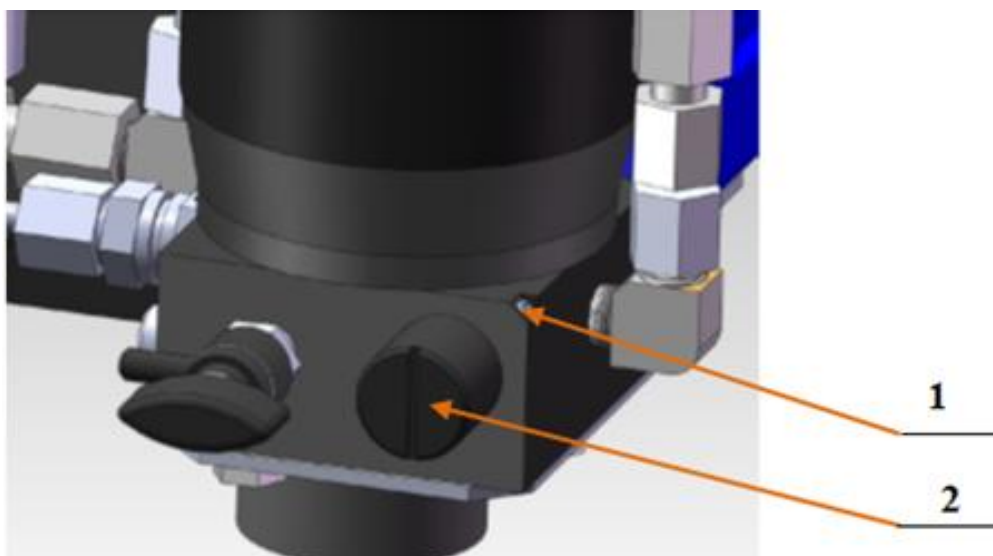

Рисунок 17 - Установочный винт клапана поддержания давления
- ослабить стопорный винт 1 (рисунок17) на клапане для поддержания давления при помощи шестигранного ключа размером 2 мм;